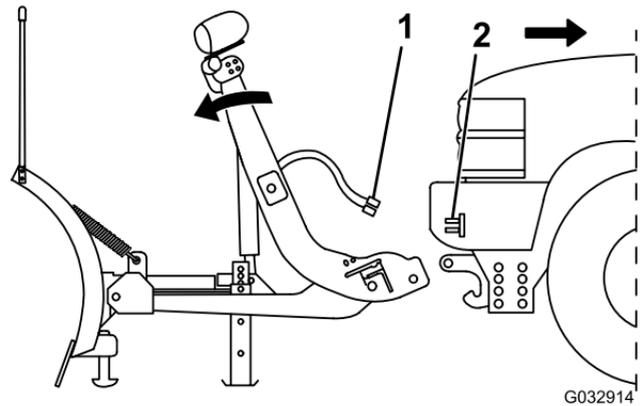

Figure 21
5. Poussez le commutateur SmartHitch2, situé sur le côté de la tour d'accouplement, vers le haut pour dégager les goupilles, puis vers le bas pour abaisser complètement la tour (Figure 21).
6. Débranchez le faisceau du chasse-neige du faisceau du véhicule, et remettez les chapeaux de protection sur les connecteurs électriques (Figure 21).